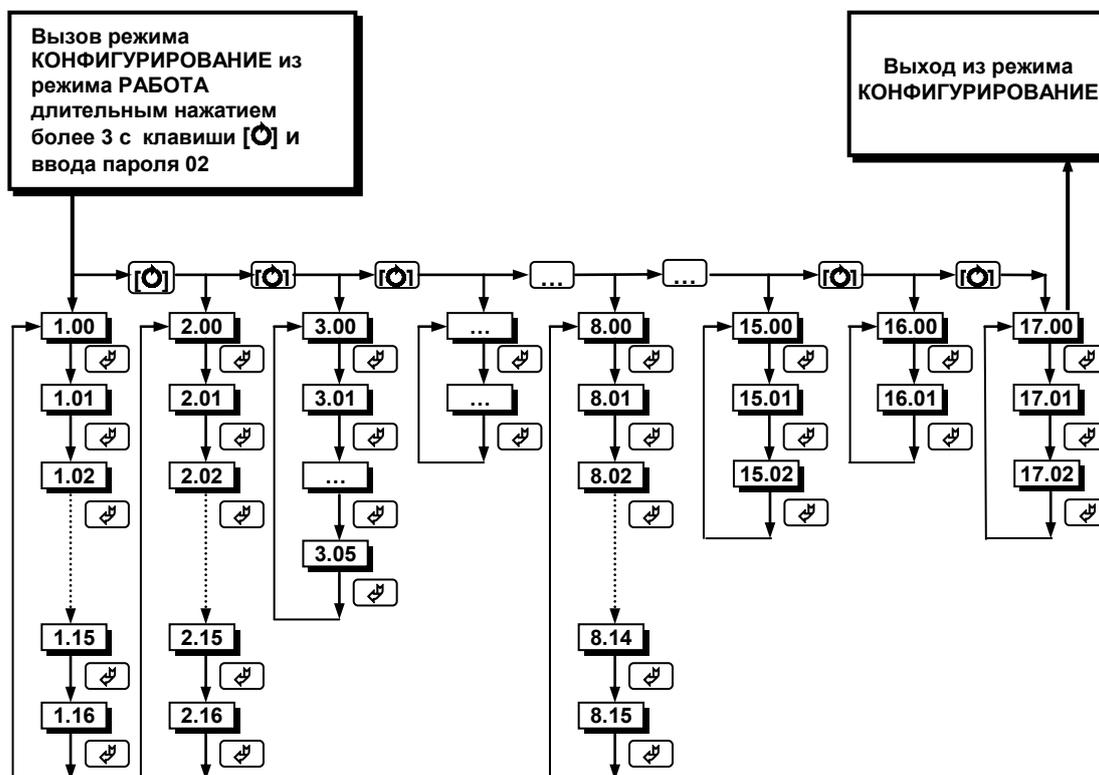

Рисунок 4.2 - Диаграмма уровней конфигурации и настроек
• Параметры разделены по группам, каждая из которых называется "уровень". Каждое заданное значение (элемент настройки) в этих уровнях называется "параметром". Параметры, используемые в индикаторе ИТМ-22У (ИТМ-20У), сгруппированы в семнадцать уровней и представлены на диаграмме (рисунок 4.2). Индикация значения параметров конфигурации и их номеров указаны на рисунке 4.3.